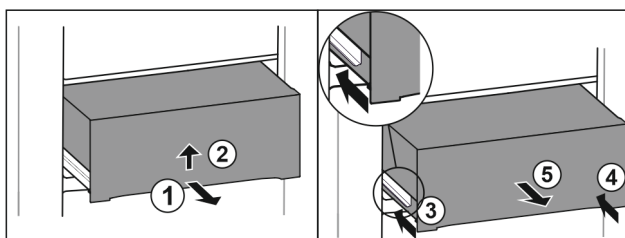

Fig. 50
- Trekk skuffen ut halvveis. Fig. 50 (1)
- Løfte skuffen på undersiden. Fig. 50 (2)
- Skyv inn venstre skinne. Fig. 50 (3)
- Skyv inn høyre skinne. Fig. 50 (4)
- Ta ut skuffen framover. Fig. 50 (5)